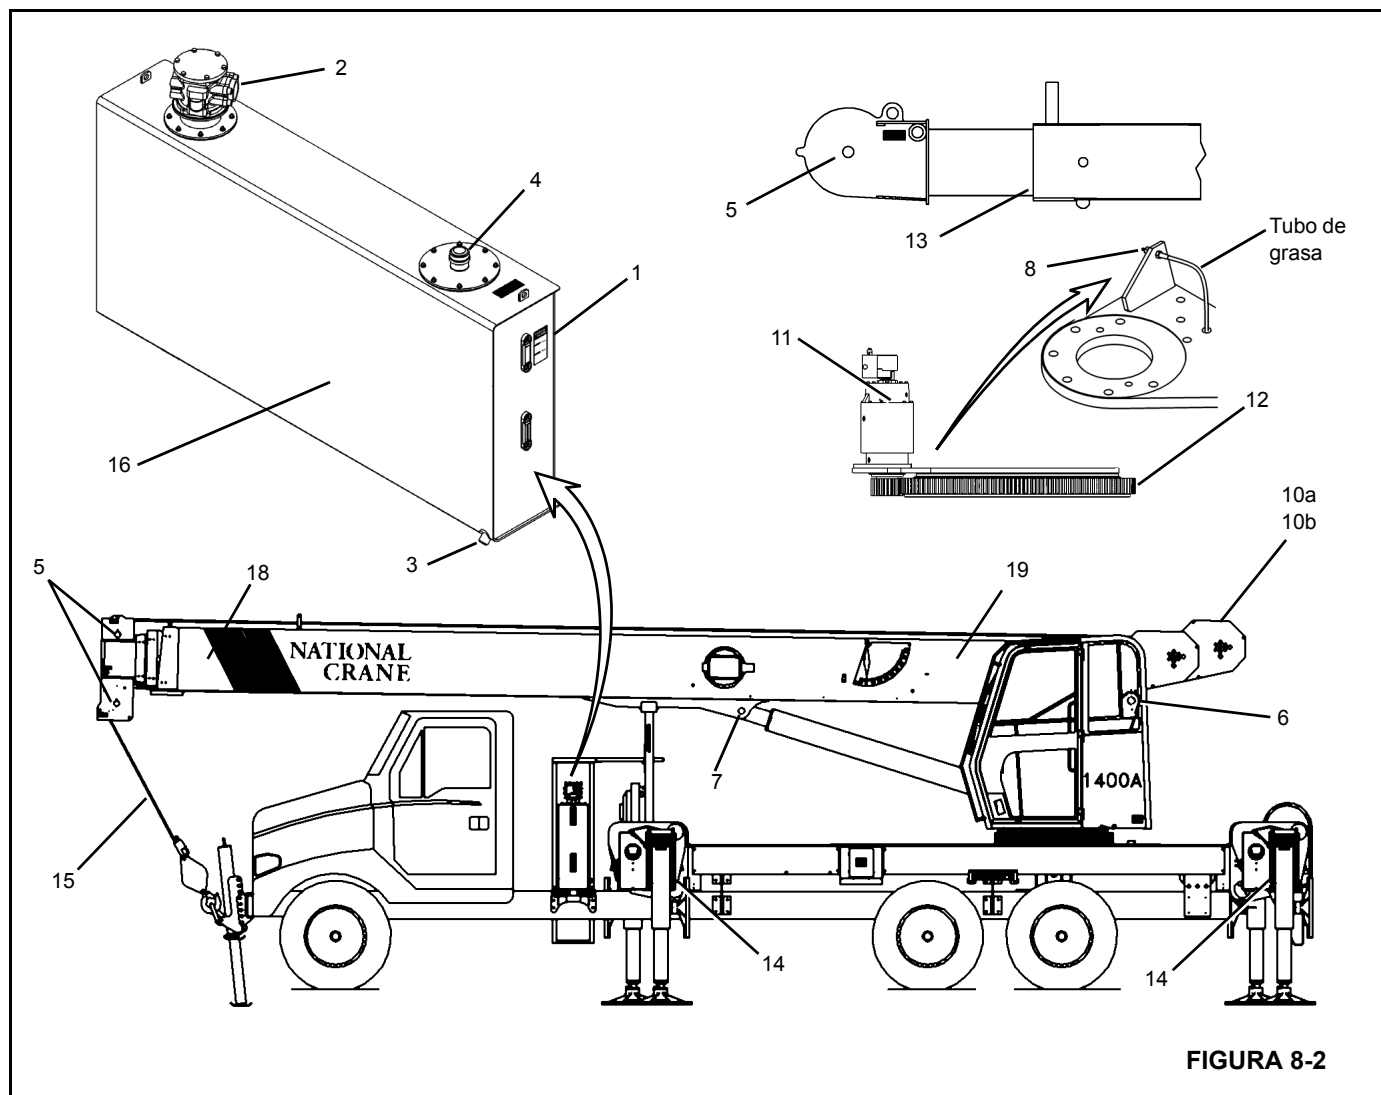

FIGURA 8-2
A continuación se describen los puntos de lubricación, así como el tipo de lubricante, el intervalo de lubricación, la cantidad de lubricante y la aplicación de cada uno de estos. Cada punto de lubricación está numerado y este número corresponde al número del índice mostrado en la tabla de lubricación (Figura 8-2). La descripción de los lubricantes y de los símbolos se halla en las tablas siguientes.
2. Lubrique el pasador de las poleas de cable de extensión (18, Figura 8-2) hasta que salga una cantidad pequeña de grasa del pasador. Desde la parte delantera de la pluma, mire a través de la caja de la polea al pasador para determinar la cantidad de grasa.